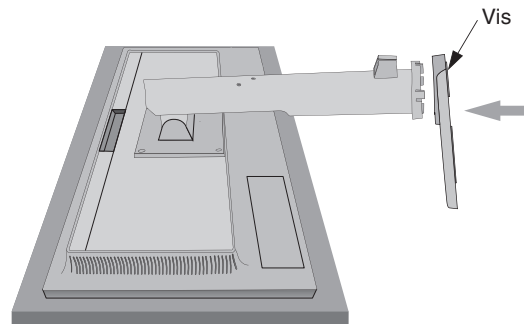

Figure 2
3. Fixez le socle de la base au moniteur LCD et serrez correctement les vis situées au bas du socle (**Figure 2**).